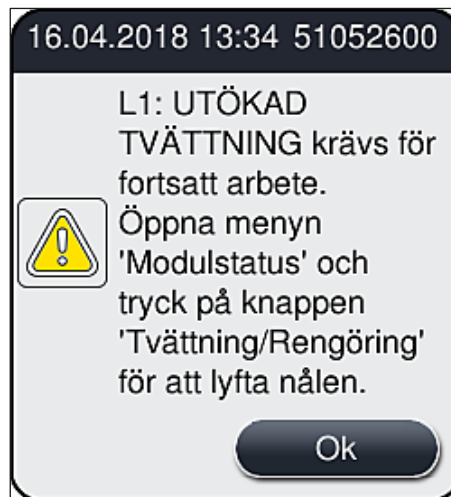

Bild 100
2. Observera informationsmeddelandet som visas (→ Bild 100) och bekräfta med **Ok**.